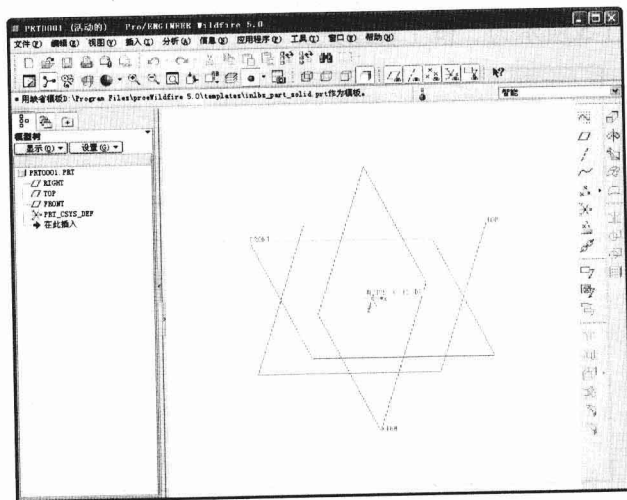

图 1-8 进入 Pro/ENGINEER Wildfire 5.0 的工作界面
**步骤③** 稍等片刻, 系统将自动进入 Pro/ENGINEER Wildfire 5.0 的工作界面, 如图 1-8 所示。